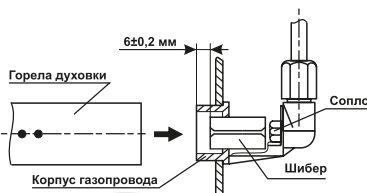

Рис.18
Установка шибера для работы на другом виде газа (рис.18, 18а, 18б)
- удалите шибер из корпуса газопровода (рис. 18а);
Рис.18а